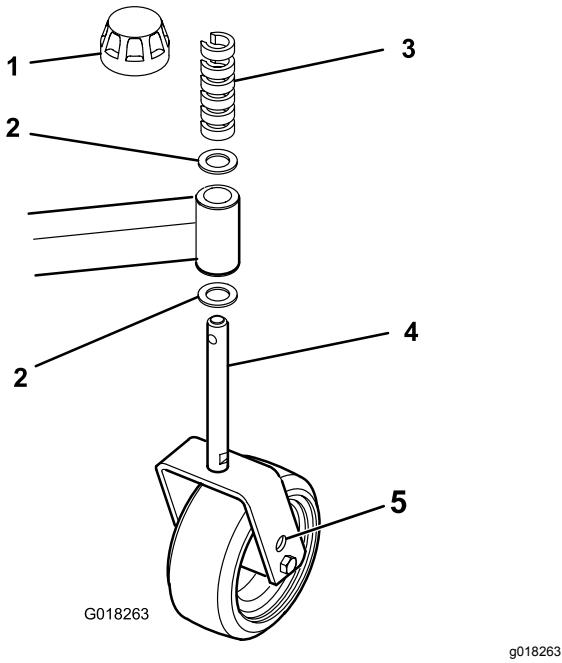

Figura 19
6. Ajuste os calços, nos braços da roda giratória frontal ou traseira, para obter inclinação da unidade de corte necessária (Figura 19).